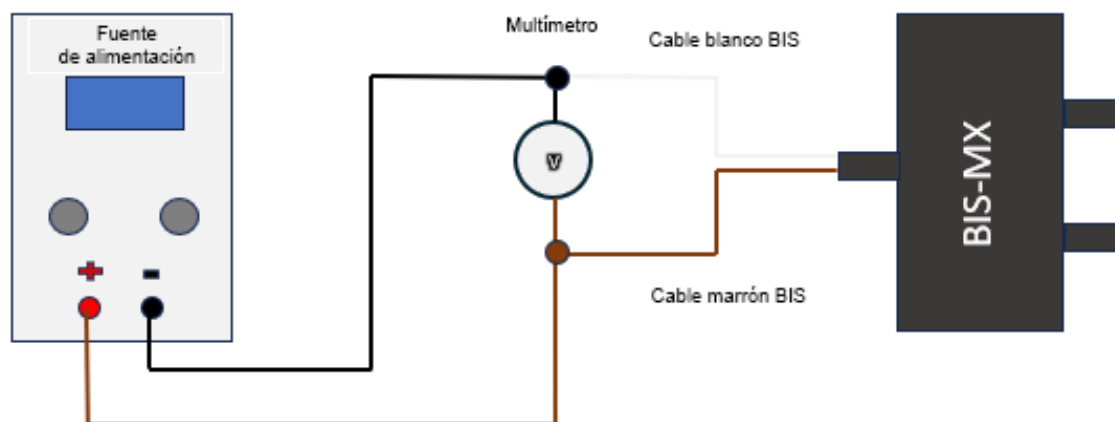

Fig. 1 Diagrama de conexión
3. Monte el circuito de conexión de acuerdo con la «Fig. 1 Diagrama de conexión».